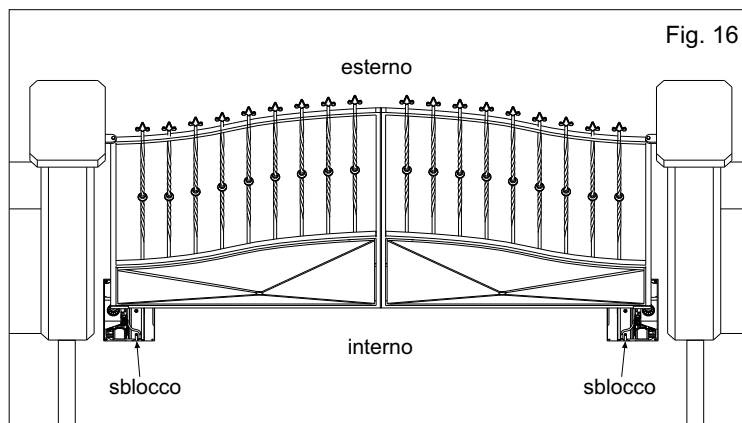

Fig. 16
4.2. È importante individuare l'operatore destro e l'operatore sinistro, in ogni caso il sistema di sblocco deve essere sempre posizionato all'interno dell'abitazione. A questo proposito fare riferimento alla Fig. 16.